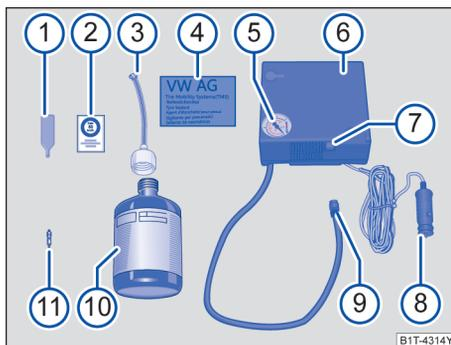

图 248 示意图：轮胎紧急套件的组件
轮胎紧急套件位于行李厢中的地板垫下。它由以下组件构成→图 248：
12. 将轮胎紧急套件中的贴纸→图 248 ② 黏贴到仪表盘上驾驶的视野范围内。
- 用气门芯扳手→图 248 ① 将气门芯从轮胎气门中旋出，然后放置到干净的垫子上。
- 将补胎胶瓶→图 248 ⑩ 用力来回摇晃几下。
- 将充气软管→图 248 ③ 顺时针方向牢固拧到补胎胶瓶上。封盖上的薄膜自动刺穿。
- 除去充气软管→图 248 ③ 的封盖，将开放端完全插到轮胎气门上。
- 将气门芯用气门芯扳手→图 248 ① 重新旋入轮胎气门中。
- 将空气压缩机的轮胎充气软管→图 248 ⑨ 牢固拧到轮胎气门上。
- 将电缆插头→图 248 ⑧ 插入车上的一个 12 伏特插座中→第 184 页。
- 通过开机 / 关机开关→图 248 ⑦ 开启空气压缩机。
- 让空气压缩机运转，直到达到 2.0–2.5 bar (29–36 psi / 200–250 kPa) →▲。最大运行时间 8 分钟→①。
重新连接轮胎充气软管→图 248 ⑨，然后在胎压表 ⑤ 上读取胎压。